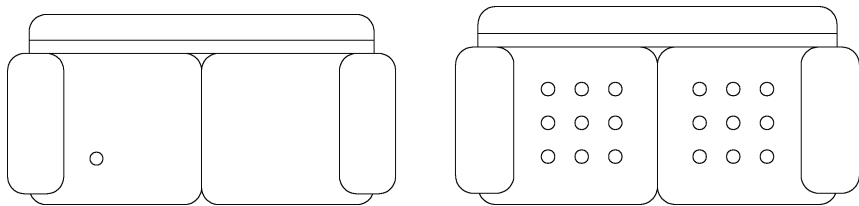

图 4-37 沙发绘制
5) 在功能区单击“常用”选项卡→“修改”面板→“阵列”按钮, 对坐垫中的圆形进行矩形阵列操作, 在“阵列”对话框中将阵列行数和列数均设为 3, 行列偏移均设为 150, 结果如图 4-37 所示。